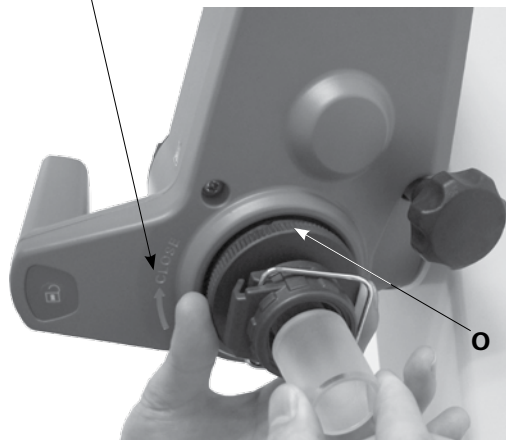

Fig. 14a
- 駆動部のロック装置を(O)を、60°時計回りに開きます。(Fig.14a)